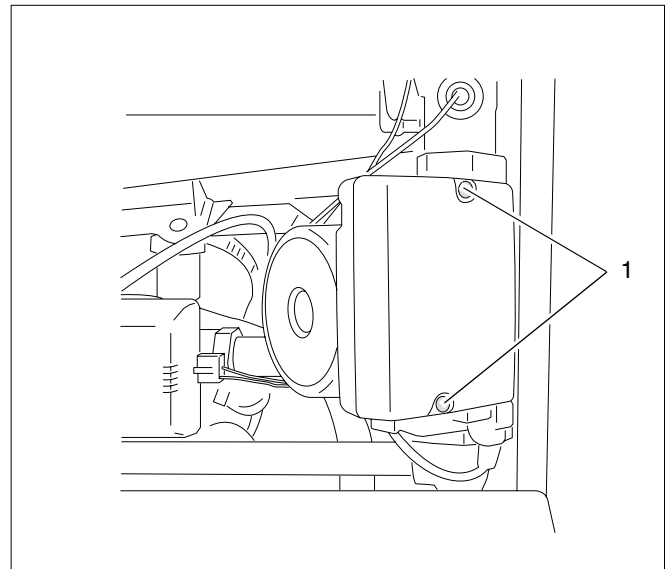

Fig. 16 Deschiderea cutiei de conexiuni
- Montați capacul cutiei de conexiuni a pompei de recirculație (vezi Fig. 16).